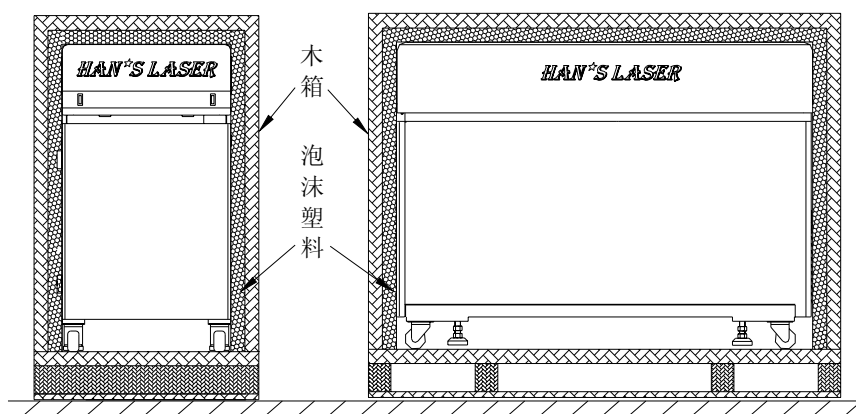

图 7-7 设备包装示意图
- 第五步：**盖好外包装木箱盖，并封口严实。再用塑料捆扎带或氧化铜扎带等对箱体进行捆扎加固。捆扎带应搭接牢固，松紧适度，平整不扭。图 7-7 为设备包装完成后的示意图：